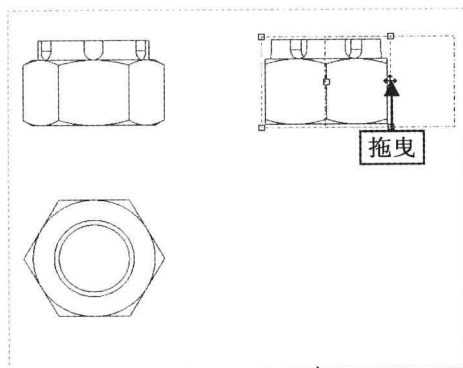

图 12-58 拖曳鼠标
Step 03 移动鼠标指针至右视图上，单击鼠标左键并拖曳至合适位置，如图 12-58 所示。